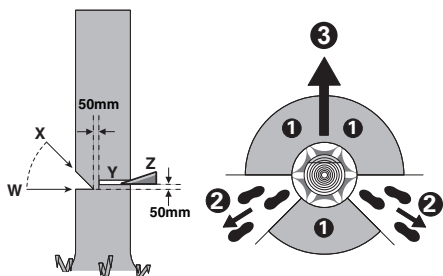

Bild 1
Flyktvägen bör gå bakåt och diagonalt relativt den bakre delen av den förväntade fallriktningen, så som visas på bild 1.
Gör skäran till 1/3 djup av trädets diameter, vinkelrätt mot fallriktningen, så som visas på bild 1. Säg först det undre vågräta riktsskåret (W). Härvid undviks inklämning av sågkedja eller styrskena vid sågning av övre riktsskär (X).
Gör fällskåret minst 50 mm högre än det horisontella riktsskåret (Y), så som visas på bild 1. Fällskåret bör vara parallellt med riktsskåret. Gör fällskåret endast så djupt att en brytmån blir kvar (brytlist) som fungerar som ett gångjärn. Brytmånen hindrar trädet från att vrida sig och falla i fel riktning. Säg inte av brytmånen.
När trädet börjar falla, ska kedjesågen tas ur skåret, fränkopplas och läggs bort samt den som sågat ska lämna riskområdet via planerad reträttväg (②). Se till att du inte snavar över grenar och kvistar som fallit ned. (Se Bild 1)